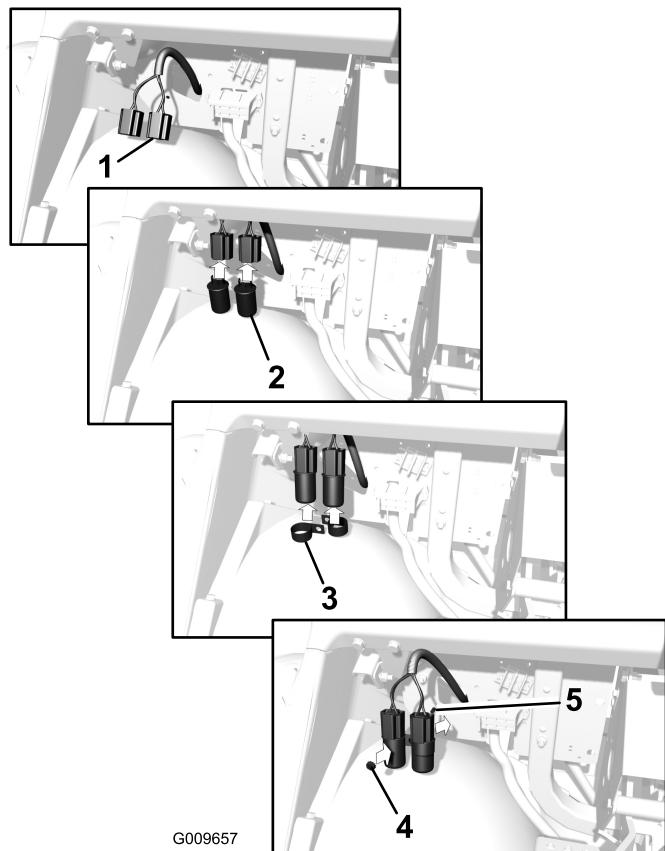

Bild 11
- Stecken Sie die Anschlüsse für die Blinker durch die Öffnung in der Befestigungsplatte unter dem Armaturenbrett. Schließen Sie die Blinker am vorderen Kabelbaum an (Bild 11).
- Befestigen Sie die Blinker mit zwei R-Klemmen und einer Sicherungsmutter (1/4-20 Zoll) und einer Schraube (1/4 x 3/4 Zoll) an der Befestigungsplatte, wie in Bild 11 dargestellt.